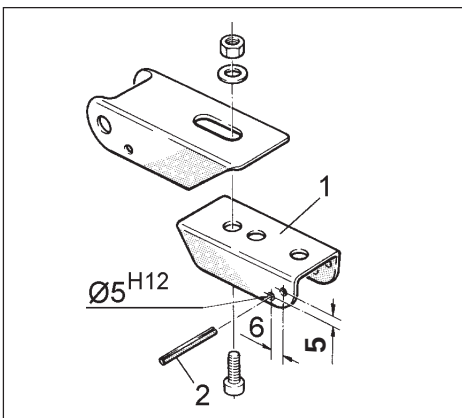

Fig. 26.60
- Repercez le cliquet anti-retour en vous conformant à la fig. 26.60 ($\text{Ø } 5^{\text{H}12}$ mm)